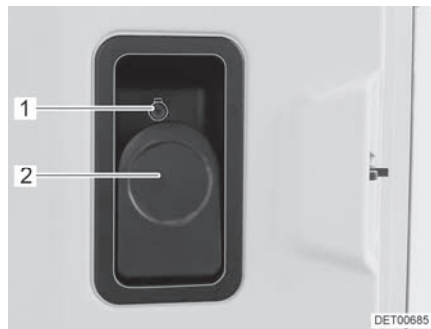

Fig. 53 Cerradura de la puerta
- Tirar de la palanca (Fig. 53,2).
- Hundir el botón de seguridad (Fig. 53,1).